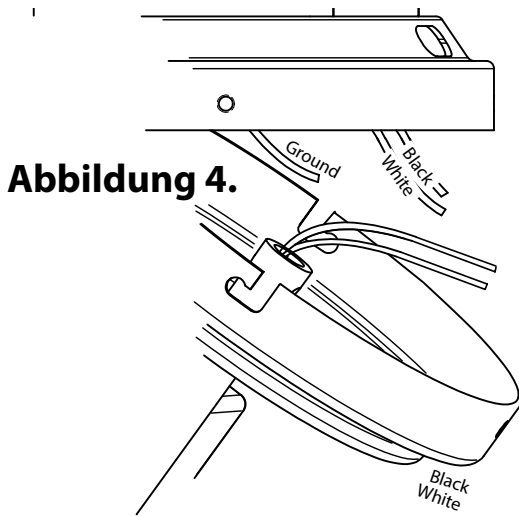

Abbildung 4.
- Schließen Sie das weiße Kabel des Ventilators (Rot or Weiss) wie in Abbildung 4 gezeigt an das aus der Decke kommende weiße Kabel an. Turn the wire nuts upward and push the wires neatly into the electrical box so they are out of the way.
- Schließen Sie das grüne Kabel des Ventilators (Masse) wie in der Abbildung 4 gezeigt an die Erde an.